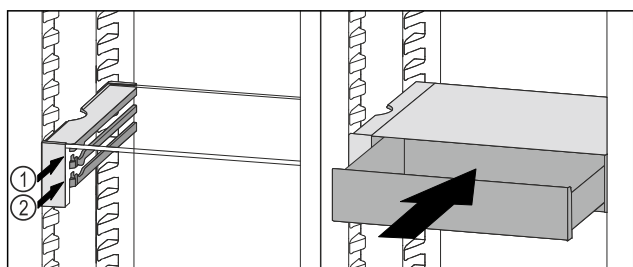

Fig. 54
- Sæt VarioSafe-skuffen ind bag stoppene på den ønskede ribbe Fig. 54 (1) eller Fig. 54 (2).